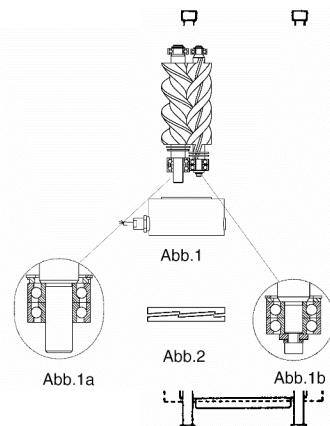

Рис.1
- установите блок валика в верхнюю часть прибора (без чувствительного элемента) (рис. 1)